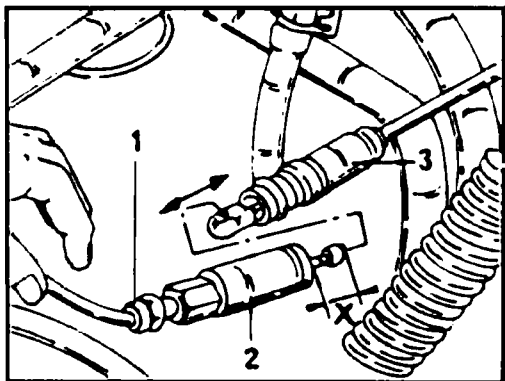

Рис. 3.1 Отсоединение тяги устройства запуска холодного двигателя
- ◆ Отсоедините тягу устройства запуска холодного двигателя. Зафиксируйте тягу и вверните регулировочный болт (см 1, рис. 3.1). Разъедините половины (2) и (3) и выньте тягу из разъема.
- ◆ Отсоедините тягу «газа» от рычага ТНВД. Отсоедините тягу устройства запуска холодного двигателя, как это было описано выше для четырех цилиндрового двигателя (см. рис. 3.1).